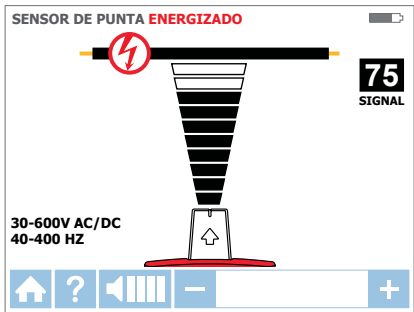

Figura 3.1g: Pantalla del receptor que muestra la señal detectada en modo de SENSOR DE PUNTA energizado
4. Realice una lectura del área de destino con el sensor de punta para buscar el nivel de señal más alto (Figura 3.1g). Al realizar un rastreo, ajuste periódicamente la sensibilidad para mantener la intensidad de señal cerca de 75. Aumente o reduzca la sensibilidad presionando + o - en el teclado. Si la señal es demasiado intensa para una ubicación precisa, cambie el transmisor al modo BAJO.